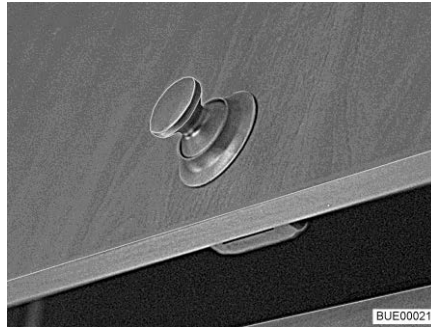
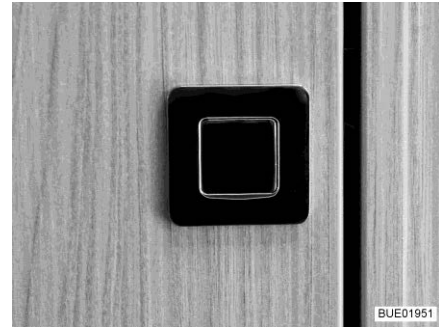

Fig. 64 Porte de placard avec bouton-poussoir (rond)
Fig. 65 Porte de placard avec bouton-poussoir (rectangulaire)
- Appuyer sur la partie intérieure de la serrure. Le bouton-poussoir (Fig. 64 ou Fig. 65) ressort.